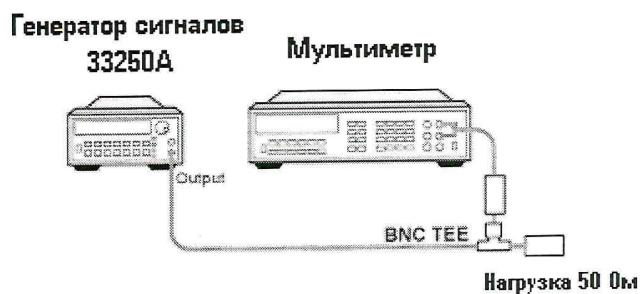

Рисунок 4
8.7.2 Для определения неравномерности АЧХ в частотном диапазоне от 3 до $3 \cdot 10^5$ Гц используют генератор сигналов произвольной формы 33250A и мультиметр 3458A (рисунок 4). На генераторе установить уровень выходного сигнала -10 дБ/мВт. Произвести измерения погрешности уровня выходного сигнала генератора на частотах $3, 50, 100, 500, 1 \cdot 10^3, 5 \cdot 10^3, 1 \cdot 10^4, 5 \cdot 10^4, 1 \cdot 10^5, 3 \cdot 10^5$ Гц с помощью мультиметра. Зафиксировать погрешность измерения.